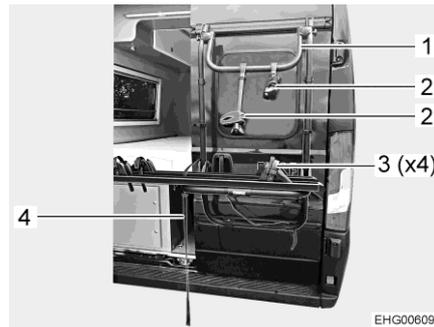

Fig. 3 Porte-vélos (exemple)
- Ouvrir la sangle de fermeture (Fig. 3,4).
- Placer le vélo sur le rail et le fixer avec le bras d'appui (Fig. 3,2) sur l'étrier de fixation (Fig. 3,1).
- Fixer les roues avant et arrière du vélo avec de la bande de serrage (Fig. 3,3) sur le rail porte-vélo.
- Fermer la sangle de fermeture (Fig. 3,4).